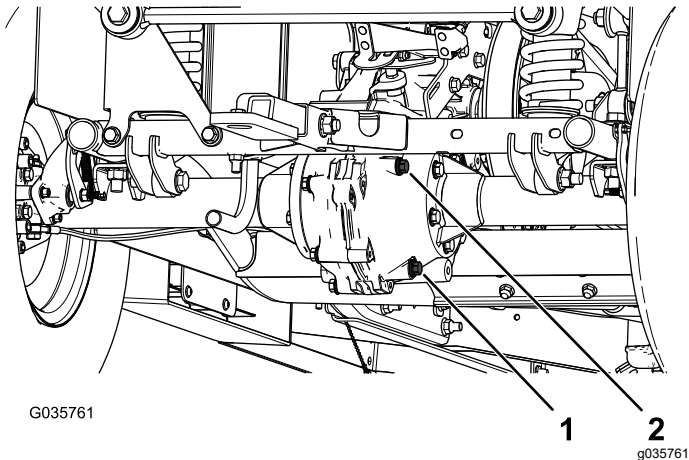

图 56
2. 卸下驱动桥上的加注塞图 56。
3. 如果液位过低应卸下加注塞添加指定液体直至其溢出加注孔图 56。
1. 对齐排放塞下的排放盘图 56。
2. 取下加注塞和密封件图 56。
3. 拔掉排放塞和密封件让液体完全排出图 56。